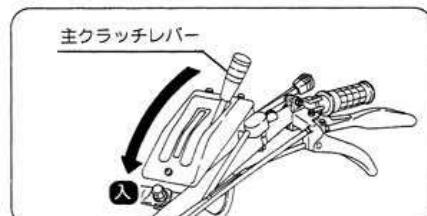

図38
- ② 主クラッチレバーを【入】位置にしてください。(図38)